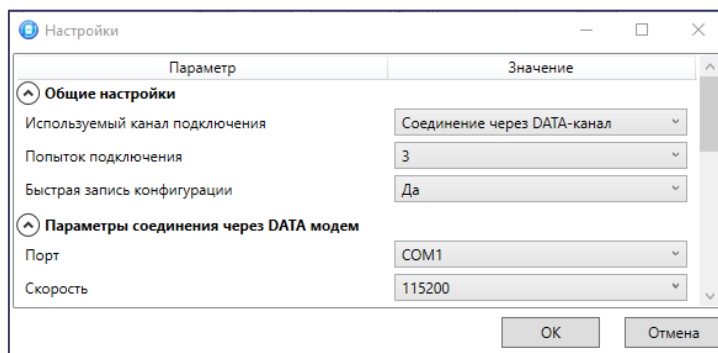

Рисунок 4.15 — Параметры подключения по каналу DATA
**Шаг 1:** для задания параметров подключения откройте окно *Настройки* и в раскрывающемся списке *Используемый канал подключения* выберите *Соединение через DATA-канал*. Задайте описанные ниже параметры и нажмите кнопку *ОК* (см. рисунок 4.15).